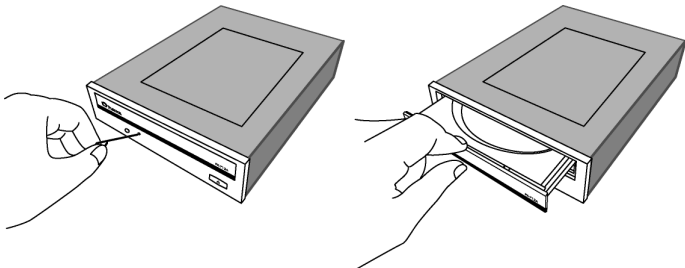

Figure 12 : Éjection d'urgence
3. Utilisez l'outil d'éjection d'urgence ou un trombone pour ouvrir le tiroir du plateau, tel qu'illustré à la Figure 12 ci-dessus.